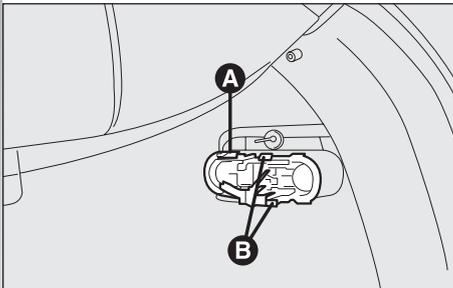

Abb. 52
– Die Lampenhalterungsgruppe (A, Abb. 52) durch Druck auf die Rückhalte-
zungen (B, Abb. 52) herausnehmen.